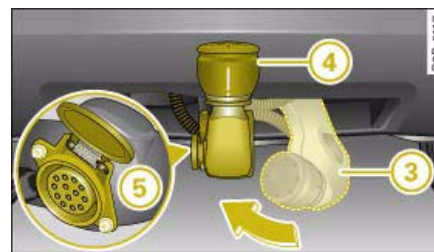

Fig. 201 Parachoques trasero: Enclavar el dispositivo para remolque y abrir la toma de corriente
- Siga pivotando con la mano el dispositivo para remolque ③ en la dirección de la flecha hasta que escuche y note que queda enclavado ⇒ *página 208*, fig. 201. El diodo luce en color verde.
- Antes de acoplar un remolque, retire la caperuza guardapolvo ④ y guárdela en el vehículo.